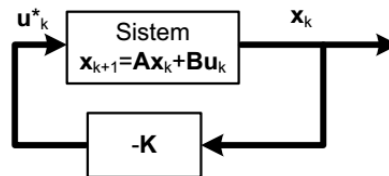
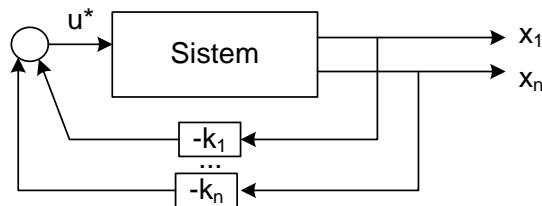

FIGURA 3. SCHEMA BLOC DE STABILIZARE A SISTEMULUI
FIGURA 4. SCHEMA BLOC A SISTEMULUI ÎNCHIS (CU REFERINȚĂ 0 ȘI CONDIȚII ÎNȚIALE)
Schema bloc generală este prezentată în Figura 3.
Schema bloc de stabilizare a sistemului, cu referință 0, condiții inițiale nenule și o singură variabilă de comandă este prezentată în Figura 4.
- 2.5. Simulați evoluția sistemului cu reacție de la stare (Figura 3 sau Figura 4) din condițiile inițiale alese și cu regulatorul  $\mathbf{K}$  calculat anterior. Reprezentați grafic evoluția stărilor și a comenzii. Simularea poate fi realizată într-una din următoarele variante: